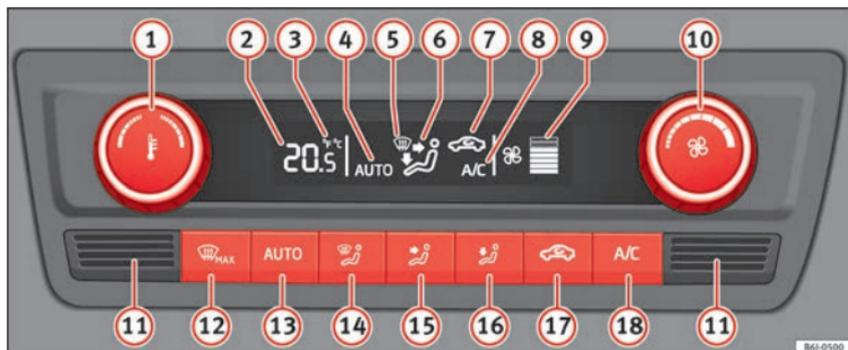

Fig. 167 Climatronic: elementi di comando.
- **A/C** **18**»»» **fig. 167** acceso.
Premendo un tasto, ad eccezione del tasto **17** » **fig. 167** (ricircolo), si attiverà la funzione corrispondente e verrà acceso il climatizzatore, qualora fosse spento.
- Girare la manopola **10** verso sinistra finché non si spengono i segmenti della colonna **9** » **fig. 167**.
- Premere il tasto **AUTO** **13** » **fig. 167**.
Mantenere premuti contemporaneamente, per **2 secondi**, i tasti **AUTO** e **A/C** » **fig. 167**.
- **Nella parte inferiore si trova il sensore della temperatura interna **11** » **fig. 167**. Non coprirlo né con adesivi, né in altro modo, poiché potrebbe pregiudicare il funzionamento del Climatronic.**
- Premere il tasto **AUTO** **13** » **fig. 167**, sullo schermo viene visualizzato **AUTO**.
- Quando si accende il quadro, è possibile usare il comando **1** » **fig. 167** per regolare la temperatura interna desiderata.
- Premere il tasto  **17** » » fig. 167, sul display appare il simbolo .
- Premere il tasto  **17** » » fig. 167, dal display scompare il simbolo .
- Girare la manopola **10** » » fig. 167 verso sinistra (diminuire la velocità) o verso destra (aumentare la velocità).
- Premere il tasto  **12** » » fig. 167.
- Premere ripetutamente il tasto  **12** » » fig. 167 oppure premere il tasto .